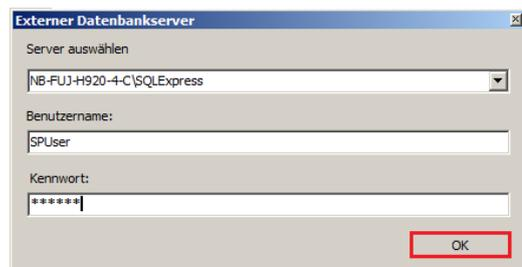

Abbildung 18
- 4.4. Geben Sie die Verbindungsdaten zum SQL-Server ein, wie Sie sie gemäß der Anleitung „Installationsanleitung SQL Server für Solid Edge Standard Parts“ <https://www.pbu-cad.de/downloads/hilfen/solid-edge/standard-parts> eingestellt haben (Abb. 18):